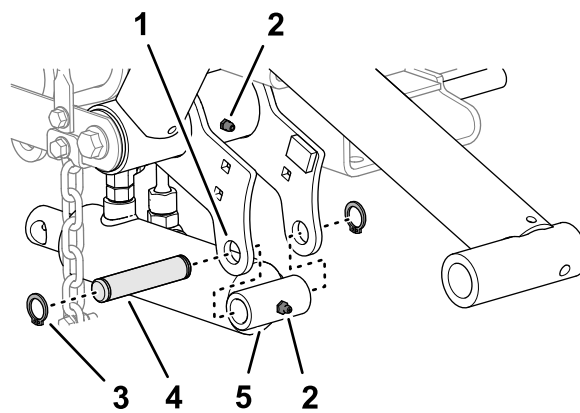

图 12
1. 将提升油缸的帽端与左提升臂法兰中的孔对齐 图 12。
2. 使用安装销和 2 个卡环将油缸组装到法兰上 图 12。
3. 在提升臂和液压油缸的黄油嘴上涂抹 2 号锂基润滑脂 图 12。